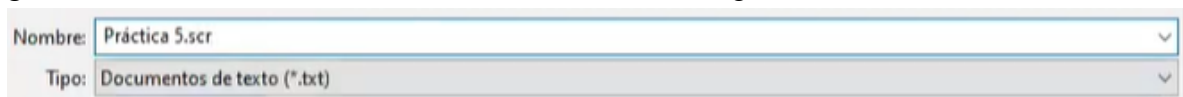

Figura 274. Extensión del archivo.
21. En el bloc de notas, borrar las dos comas que se encuentran después del comando `_pline` y guardarlo como archivo de texto con extensión “.scr”. Figura 274.